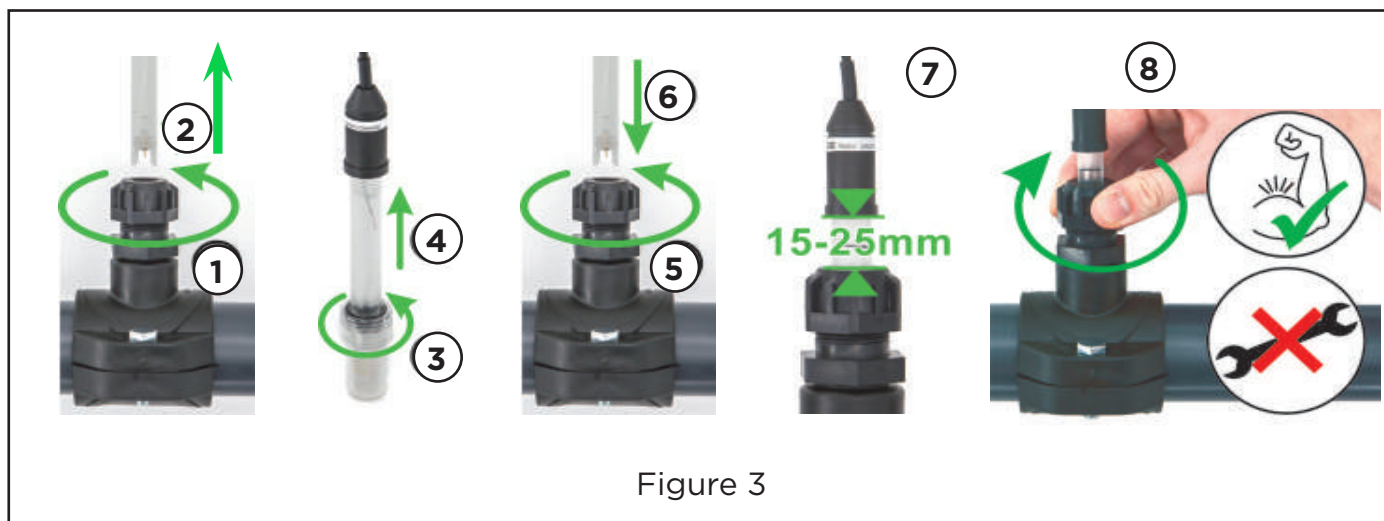

Figure 3
- Dévisser l'écrou de presse étoupe autour de la sonde (Figure 3)
- Mettre la sonde en place et resserrer la presse étoupe avec précaution (Figure3)